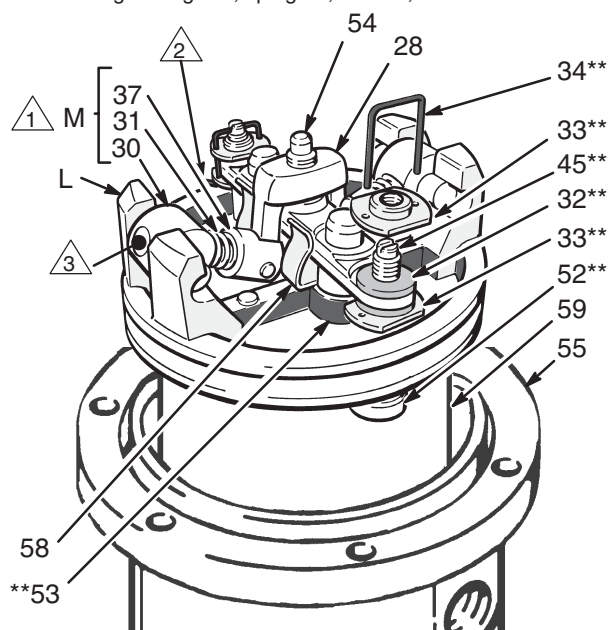

Fig. 3
8. Utilizzare un cacciavite per spingere verso la forcella dell'asta di disinnesto (28) e spingere i giunti verso il basso. ved. Fig.3.
9. Togliere i fili di fermo (34**) dai dadi di regolazione (33**) delle valvole di trasferimento. Svitare i dadi superiori. Svitare i gambi (45**) dagli anelli di tenuta (32**) e dai dadi inferiori (30). Sollevare dai gambi le teste delle valvole (52**) e spingere con fermezza per verificare eventuali rotture. Vd. Fig 3.
10. Afferrare il perno di articolazione (30) con le pinze. Comprimerle le molle (31) e girare il gruppo dei giunti (N) per toglierlo dalla staffa dello stantuffo (L). Togliere le parti. Controllare che il dispositivo di azionamento della valvola (35) sia tenuto dal fermaglio a molla (58), ma che si posizioni facilmente tra queste. Ved. Fig.3.
11. Togliere la forcella dell'asta di disinnesto (28), il dispositivo di azionamento (35) e l'asta di disinnesto (54). Ved. Fig. 3. Verificare possibili rotture sulle delle valvole di scarico (53**). Per togliere le teste delle valvole di scarico (53**), tirarle fuori e tagliarle con un coltello affilato.
5. Installare gli anelli di tenuta (32**) nel dispositivo di azionamento della valvola (35). Installare l'asta di disinnesto (54) nello stantuffo (59). Collocare la forcella dell'asta di disinnesto (28) ed il dispositivo di azionamento della valvola (35) sull'asta di disinnesto. Accertare che l'o-ring (36*) sia installato e che il dispositivo di azionamento della valvola sia supportato dai fermagli a molla (58). Riassemblare quindi il meccanismo della valvola. Ved. Fig. 3.